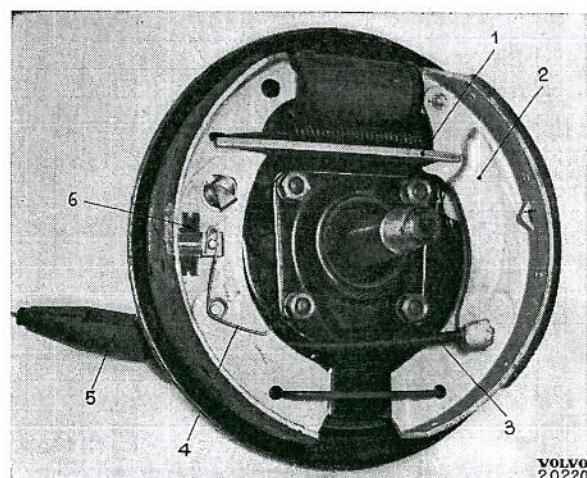

Bild 32. Bakhjulsbroms.
- Haka av vajern (3 bild 32) från hävarmen (2) vid bakre bromsbacken. Vajer med hölje kan därefter dragas fram sedan låsfjädern hakats av. För vajer utan hölje kränges först gummikåpan av röret varefter vajern drages bakåt så att låsbrickan kan demonteras. Följer ej styrhylsan med vajern slås styrhylsan bakåt med en smal dorn.